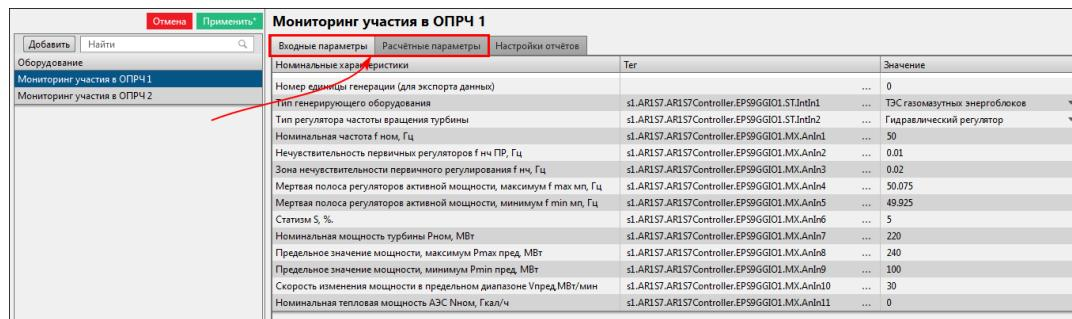

Рисунок 167 - Входные и расчетные параметры
13. Для каждого объекта участия в ОПРЧ назначены **Входные параметры** и **Расчетные параметры** на соответствующих вкладках (Рисунок 167). Теги к параметрам создаются и привязываются автоматически. Измените их, если это требуется для реализации вашей системы. После редактирования нажмите **Применить**.